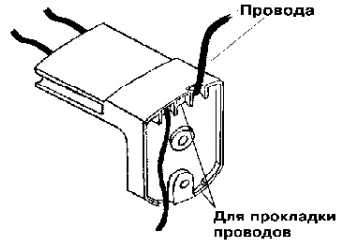

Рисунок 3
2. Удалите в кронштейне заглушки для прокладки проводов. Провода пропустите через каналы кронштейна и закрепите кронштейн в выбранном месте на стене (рисунок 3).